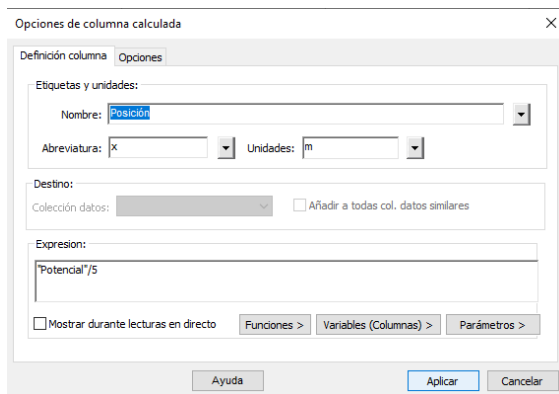

Figura 5. Configuración de la nueva columna calculada
- c) Seleccionar la opción “Datos” de la barra de menú seguido de la opción “Nueva columna calculada...”. En la ventana emergente configurar el nombre, abreviatura y unidades como “Posición”, “x” y “m” respectivamente. Colocar la expresión "Potencial"/5 en el recuadro de “Expresión” como se muestra en la Figura 5 y hacer click en aplicar.